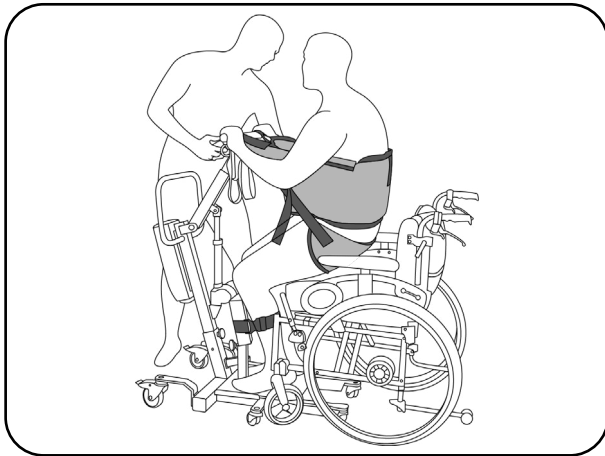

Abb. 9.2.11 – Position des Patienten während des Aufrichtvorgangs
16. Stellen Sie sicher, dass der Patient mit beiden Füßen auf dem Trittbrett steht und die Griffe mit beiden Händen festhält (Abb. 9.2.11). Korrigieren Sie die Position des Patienten bei Bedarf. Stellen Sie die beiden hinteren Laufrollen fest.